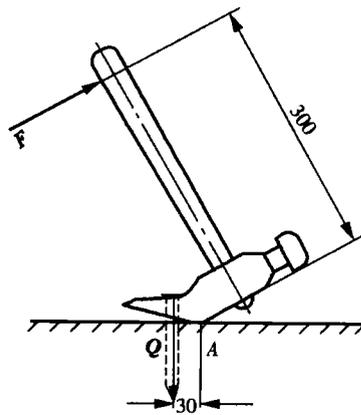

图 2-6
3. 已知垂直于手柄的作用力  $F = 90\text{N}$ , 如图 2-6 所示, 问拔起钉子的力  $Q$  有多大?